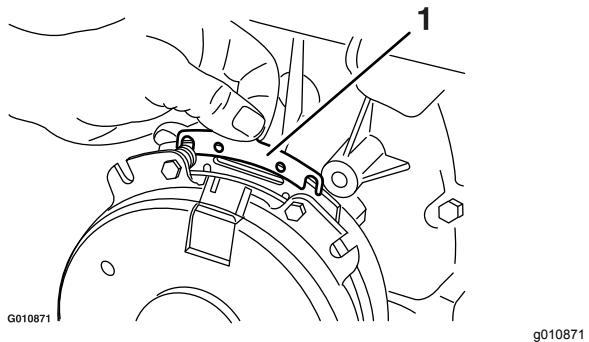

**Figura 57**
- A. Afloje ambos pernos de montaje del freno entre media y una vuelta, según se muestra en Figura 57.